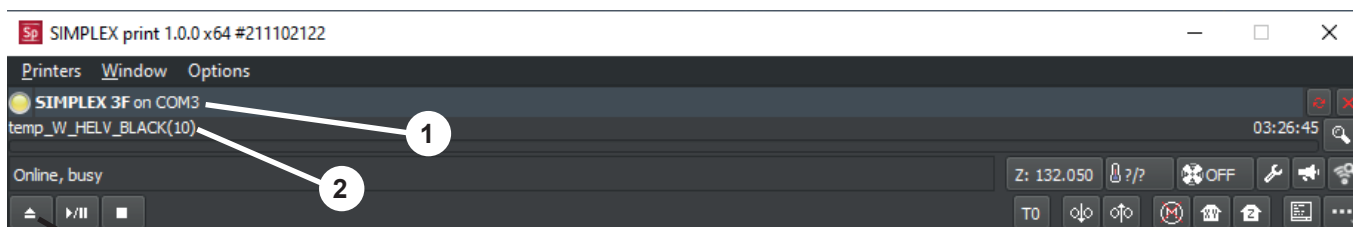

Abb. 4
- ♦ Der SIMPLEX wird in der der Statuszeile angezeigt (1, Abb. 4).
- ⇒ G-Code durch Klick auf die Lade-Taste (3, Abb. 4) auswählen und laden.
- ♦ der entsprechende Dateiname wird in der der Statuszeile angezeigt (2, Abb. 4).